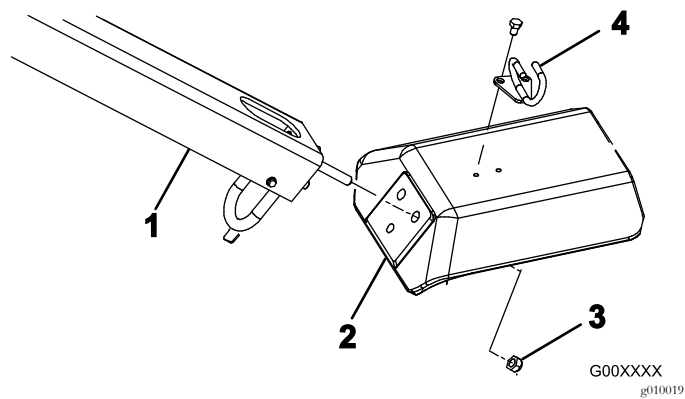

图4
2. 将手柄安装螺栓插入固定叉的孔中图4。
3. 用 3 个锁紧螺母 1/2 英寸将手柄螺栓固定到固定叉上图4。
5. 用 2 个螺栓 5/16 x 1/2 英寸将线缆导管安装至固定叉的顶部图4。